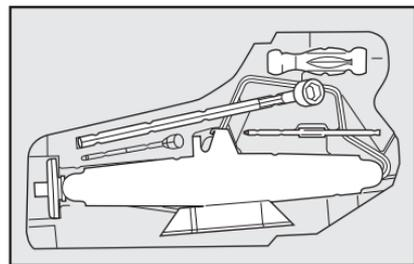

fig. 29
**15)** Colocar o macaco no suporte das ferramentas **fig. 29**, encaixando de modo a evitar vibrações, ou que se solte durante a marcha;